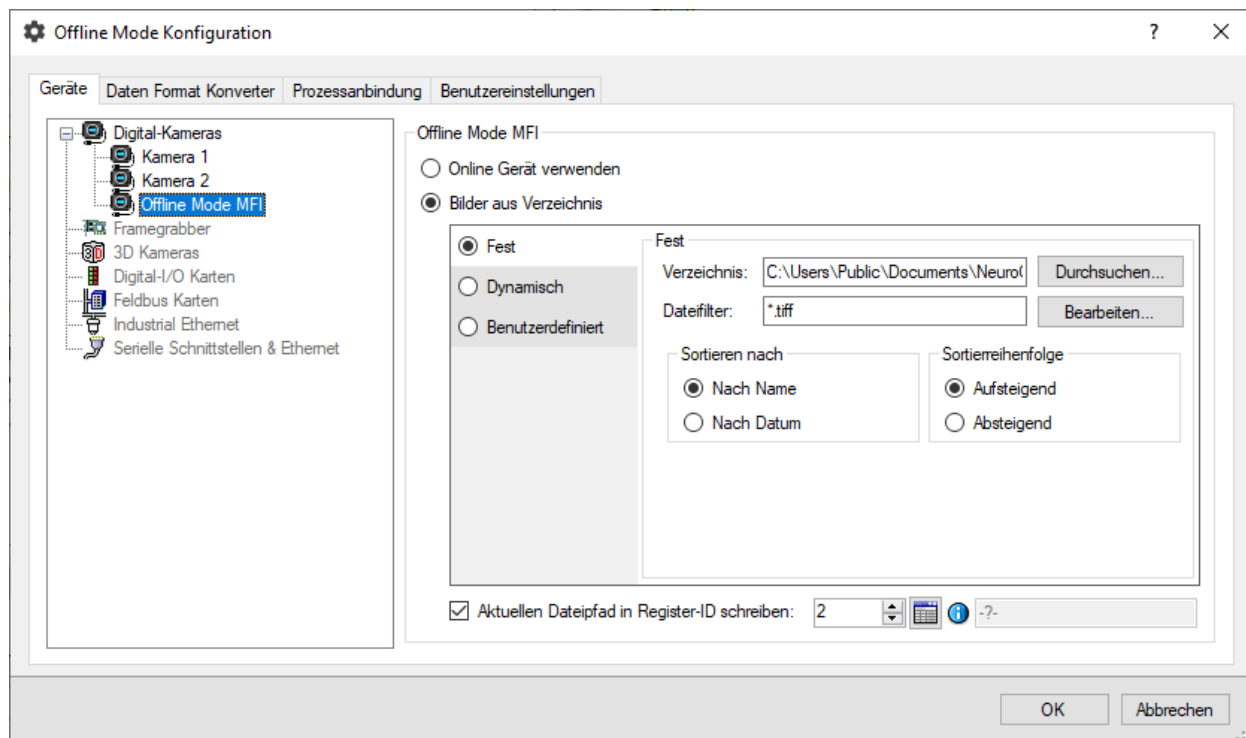

Abbildung 1: Multi-Frame Image Kamera
2. Eine virtuelle Kamera anlegen, welche die Bilddateien im Offline Mode lädt. Für diese Kamera in der Offline Mode Konfiguration das gewünschte Verzeichnis und den Dateifilter (z.B. \*.tiff) festlegen. Außerdem den Dateipfad der aktuellen Datei in das Register mit der ID = 2 schreiben (siehe Abbildung 1).